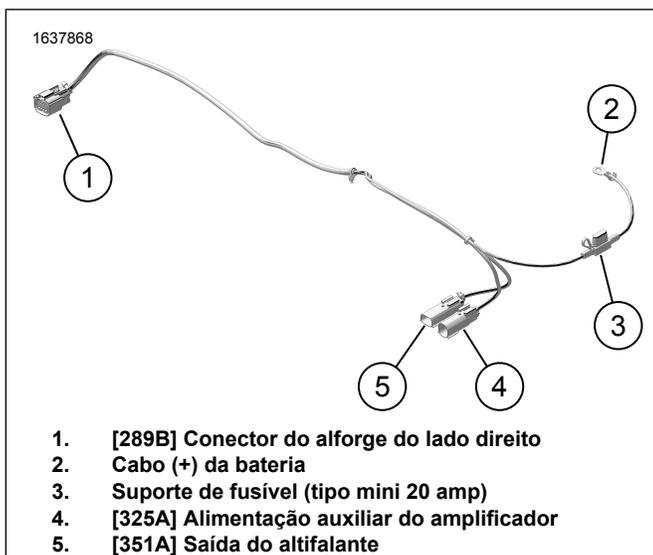
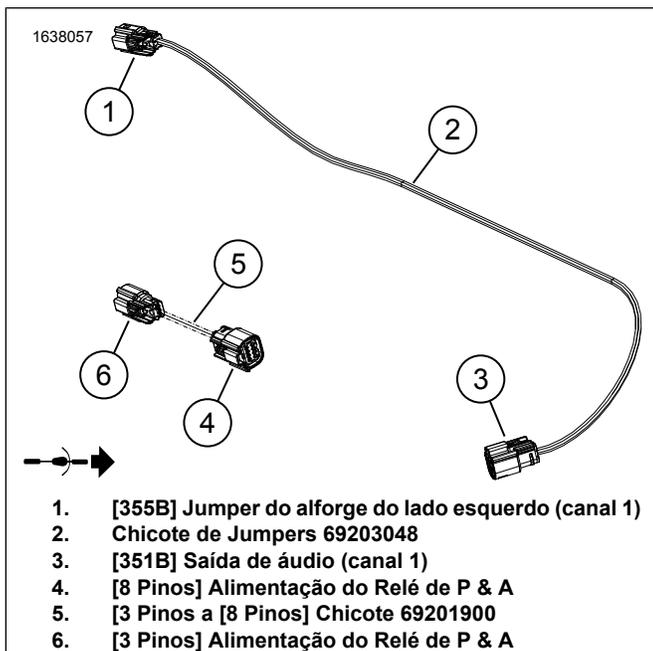

Figura 15. Chicote Externo 69202870
Figura 16. Chicote de Jumpers
1. Figura 15 Ligue o fio (+) da bateria (2) ao terminal (+) da bateria. Veja o manual de serviço.
- a. Figura 15 Encaminhe o [325A] (4) para o lado esquerdo do quadro do veículo.
- b. Figura 16 ligue o [3-Pin] (6) do chicote de jumpers (5) ao [325A] (4) do chicote externo 69202870. Figura 15
- a. Encaminhe o [325A] (4) ao longo do lado direito do quadro do veículo.
- b. Figura 15 Ligue o [325A] ao conector P & A [325B]. Localizado na área por baixo da cobertura do lado direito.
4. Figura 15 Encaminhe o ramo [289B] (1) do chicote externo ao longo do quadro e do suporte do guarda-lamas. Utilizando abraçadeiras de cabos, instale o chicote nos pontos de ancoragem, sem apertar muito as abraçadeiras (1). Não aperte as braçadeiras dos cabos.
8. Figura 16 Encaminhe e instale o chicote de jumpers 69203048 (2).
- a. Figura 16 Ligue o [355B] (1) do chicote de jumpers (2) ao chicote do altifalante do alforje do lado esquerdo (5). Figura 4
- c. Figura 16 Encaminhe o [351B] (3) do chicote de jumpers 69203048 (2) em direção ao [351A] (5) do chicote externo 69202870. Figura 15
10. Figura 1 Instale o fusível de 20 amp (18) no suporte de fusível do chicote externo (3). Figura 15
- a. Ligue o [360LA] do lado Esquerdo (L).
- b. Ligue o [360RA] do lado Direito (R).
4. Figura 15 Ligue ao [351A] (5).